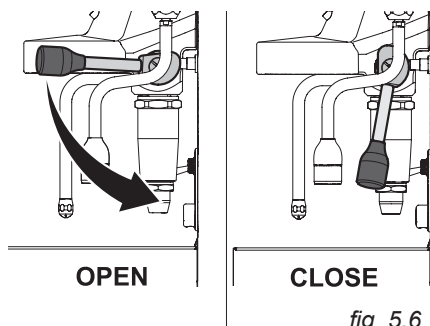

fig. 5.6
- Veiller à ce que le levier soit placé à la verticale (**OFF** - fig. 5.6).
- Abaisser complètement le levier de distribution du café pour arrêter le débit de l'eau (fig. 5.6).